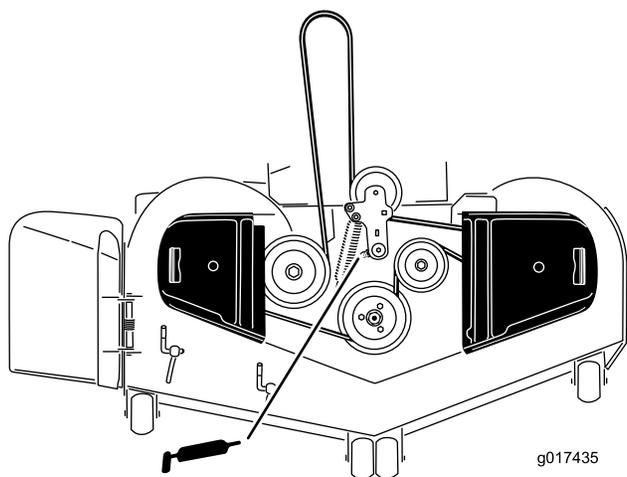

Figure 38
4. Graissez le pivot de la poulie de tension du plateau de coupe jusqu'à ce que la graisse ressorte par le bas (Figure 38).